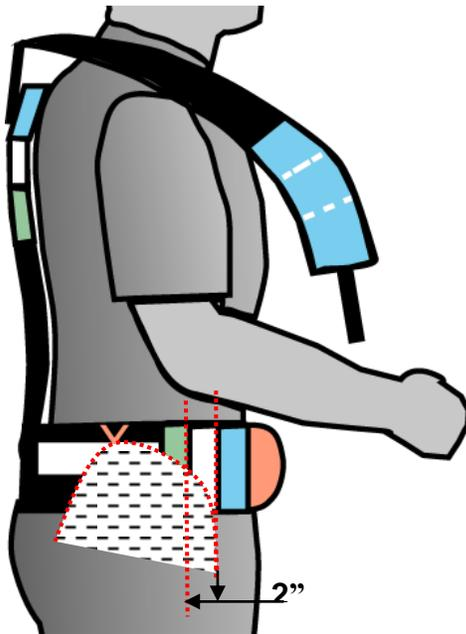

Figure 19
22. Veillez à ce que la ceinture de taille, figure 2-H, soit bien serrée et à ce que le gabarit de mesure de la ceinture de hanches, figure 2-J, reste aligné sur la crête iliaque, figure 19.
a. la couleur choisi du gabarit de mesure de la ceinture de hanches doit dépasser d'au moins 2 pouces le devant de la crête iliaque, figure 19.
24. Pour déterminer la grandeur de ceinture de hanches, choisissez la couleur du gabarit de mesure de hanches qui dépasse d'au moins 2 pouces le devant de la crête iliaque, figure 19.